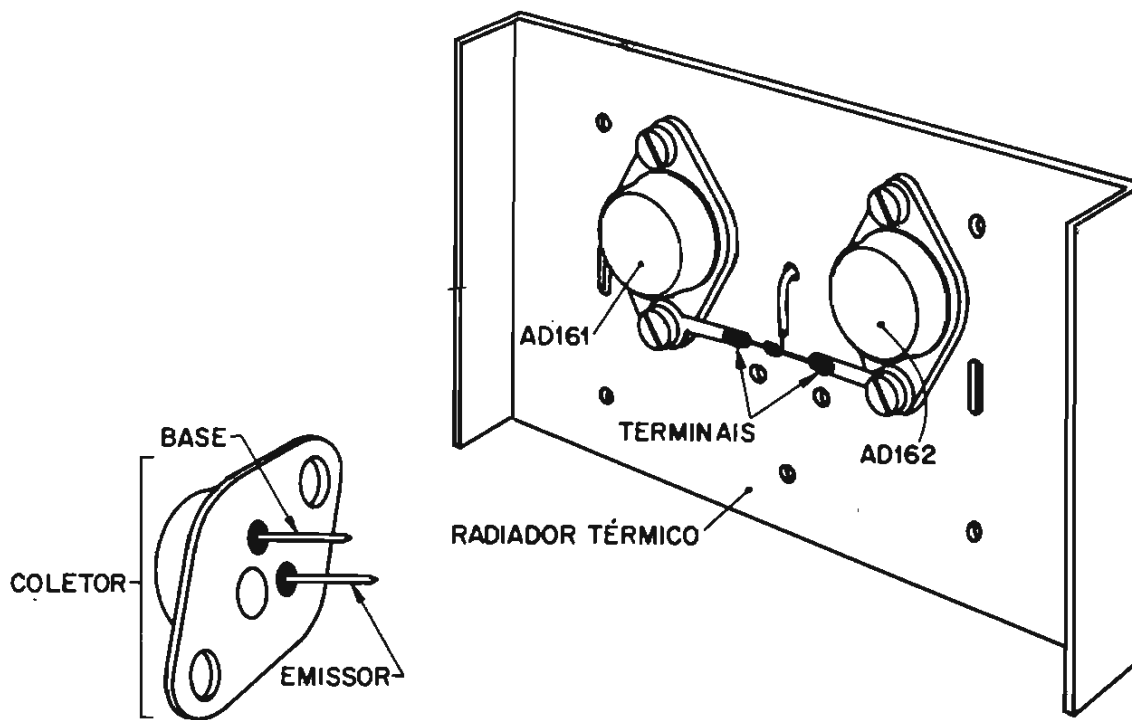
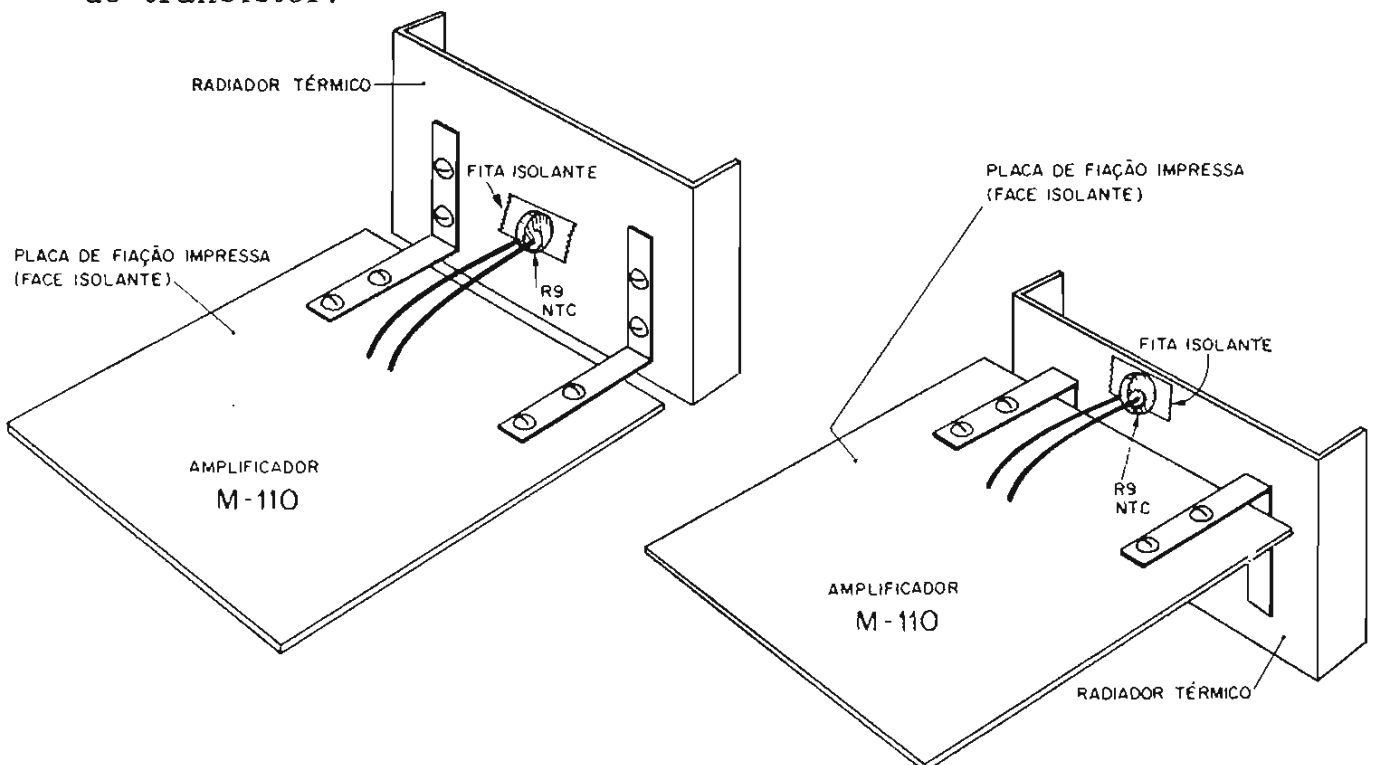

Figura 10 - Identificação dos terminais e colocação de T5 e T6 no radiador térmico.
Figura 12 - Fixação do radiador
- 13 - Monte os transistores AD161 e AD162 no radiador térmico preto. Observe a posição dos transistores na figura 10; a furação do radiador dará a orientação correta.
Antes de fazer a montagem passe graxa de silicone ou vaselina comum na parte inferior de cada transistor (esta área ficará em contato com o radiador térmico). Fixe os transistores T5 e T6 no dissipador usando parafusos de 4mm de diâmetro, colocando entre o parafuso e o transistor o terminal de contato de coletor, como indicado na figura 10.
14 - Interligue e solde os extremos livres dos terminais fixados na operação anterior (indicado na figura 10).
16 - Fixe o radiador na placa de fiação impressa por meio de dois suportes em "L" colocando 4 parafusos e porcas de 3mm no radiador, conforme figura 12.
**ATENÇÃO** - Os suportes devem sempre ser colocados na face isolante da placa. Na figura 12 estão indicados dois modos de posicioná-los. Note que os transistores T5 e T6, (figura 10) invertem sua posição.